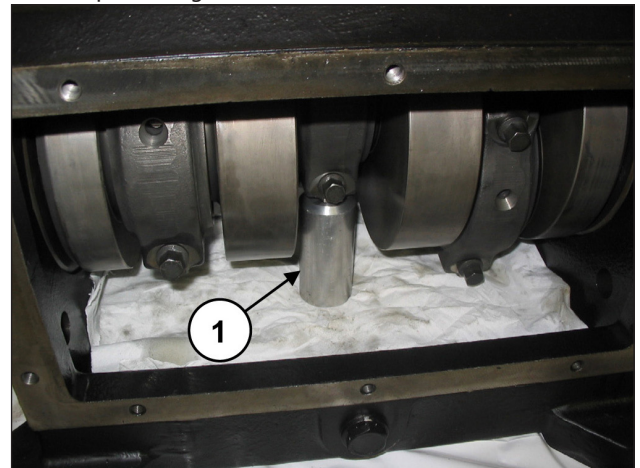

Fig. 16
Insira uma espessura abaixo da haste para bloquear a rotação do eixo (pos. ①, Fig. 16).